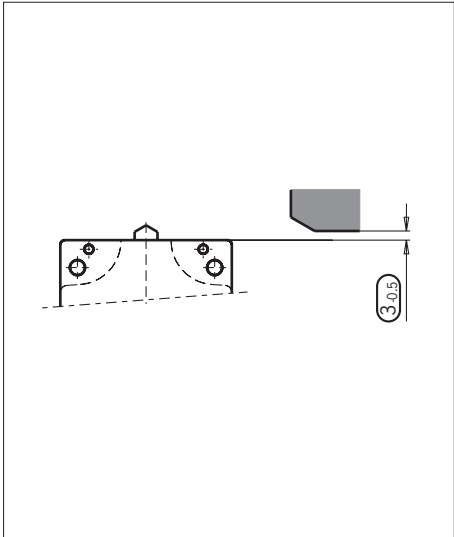

Fig. 3 : Montage SN...508 et SN...514 pour circuits de sécurité
- Nei circuiti di sicurezza rispettare assolutamente la dimensione (3-0.5) (distanza della superficie di riferimento del finecorsa dalle camme, vedi Fig. 3) per un'apertura sicura del contatto.